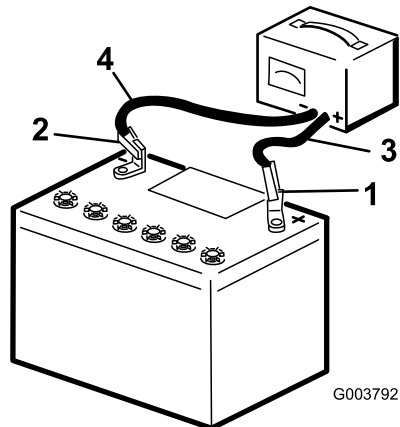

図 39
2. 25-30アンペアで10-15分、または4-6 アンペアで30分、バッテリーを充電する **図 39**。充電しすぎないように注意すること。
3. 充電が終わったら、チャージャのプラグをコンセントから抜いてから、チャージャのリード線をバッテリー端子から外す **図 39**。